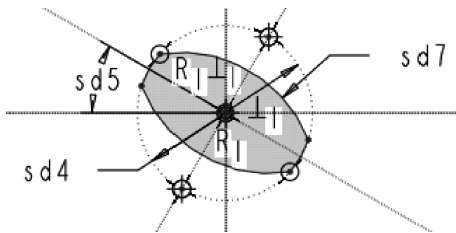
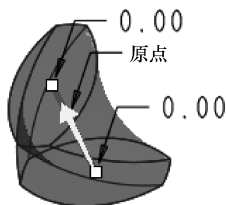

图 6-122 尺寸变为参数
图 6-123 预览模型
(6) 选择菜单栏中的【工具】|【关系】选项，弹出【关系】对话框，此时图形区截面的尺寸以参数的形式出现，如图6-122所示。
(7) 在图形区选取尺寸“sd5”，该变量自动添加到【关系】窗口，在其后输入“=90*5”，此时关系式变为“sd5=90*5”。
(8) 在【关系】窗口中单击【确定】按钮，关闭【关系】对话框，回到草绘界面。
(9) 单击【草绘器按钮】工具栏中的【完成】按钮，完成截面定义。
(10) 拖动鼠标中键对模型进行几何预览，如图6-123所示。